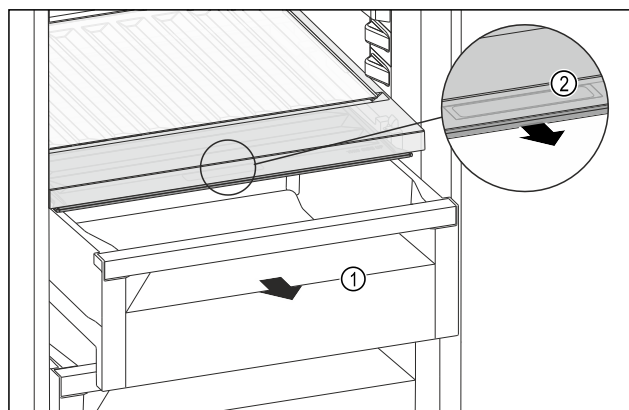

Fig. 170
- Izvucite ladicu Fig. 170 (1).
- Primite ručku Fig. 170 (2) na poklopcu pretinca i istodobno povucite poklopac pretinca prema naprijed.